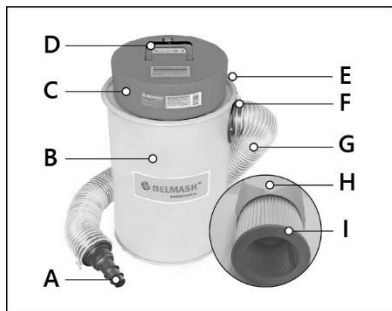

Рисунок 2.
Ослабьте фиксатор **Е** (рис. 2) и снимите корпус электродвигателя **С**. Установите фильтр-картридж **И** в фильтр-мешок **Н** и протолкните внутрь.
С помощью хомута **Ф** (рис. 2) закрепите шланг подключения **Г** к выходному отверстию.
- ослабьте фиксатор **Е** (рис. 2) и снимите корпус электродвигателя;